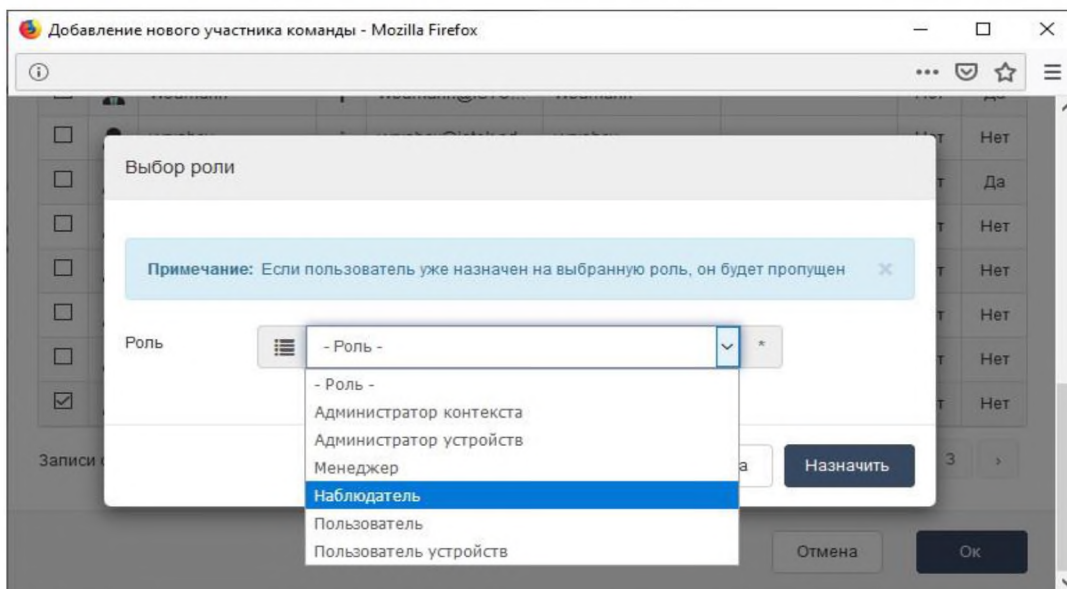

Рисунок 16 – Выбор роли
- 5) Выберите роль и нажмите **Назначить** (рис. 16).